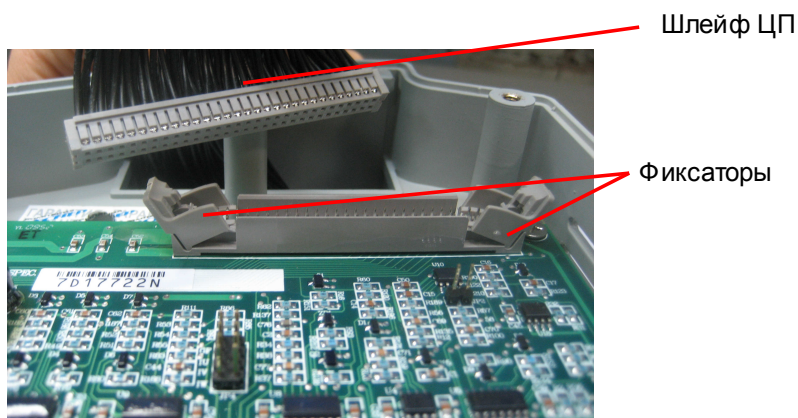

Рис. 6.4
6.4.1. Отжать в стороны фиксаторы разъёма на плате центрального процессора, отсоединить разъём шлейфа ЦП (рис. 6.4).